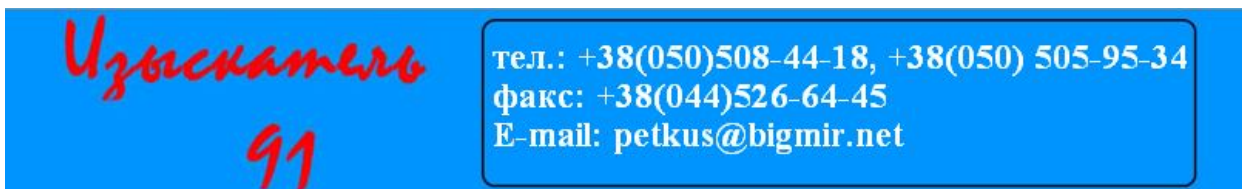

Рис. 17. Подъем питателей загрузчика: 1 — лебедки; 2 — рукоятки
7.3.2. Положение питателей загрузочного транспортера (рис. 17) регулируется с помощью лебедок 1 рукоятками 2.